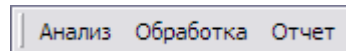

Рис. 8.246
4. В окне **Анализ** нажмите на кнопку **Применить**. В окне **Анализ БД ЭД** появятся результаты анализа (Рис. 8.246).
Меню окна **Анализ БД ЭД** зависит от типа анализа, но имеет общую для всех типов анализа часть (Рис. 8.246).